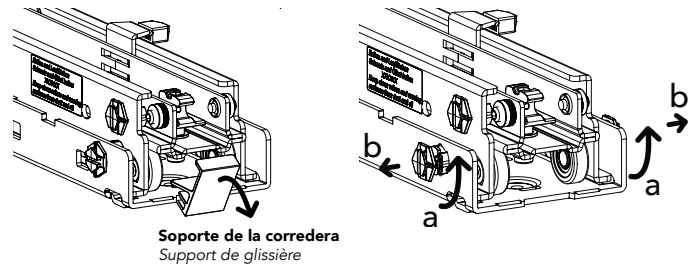

FIG. 8
Prepare la corredera inferior desenganchando el soporte de la corredera de la placa de montaje y retirando las (3) tapas grises de la corredera con un destornillador de cabeza plana girando un cuarto de vuelta y reservándolas para más adelante durante el proceso de instalación (ver Fig. 8).
Préparez la glissière inférieure en désengageant le support de glissière de la plaque de montage et en retirant les (3) capuchons gris de la glissière à l'aide d'un tournevis à tête plate en tournant d'un quart de tour et mettez-les de côté pour plus tard (voir fig. 8).